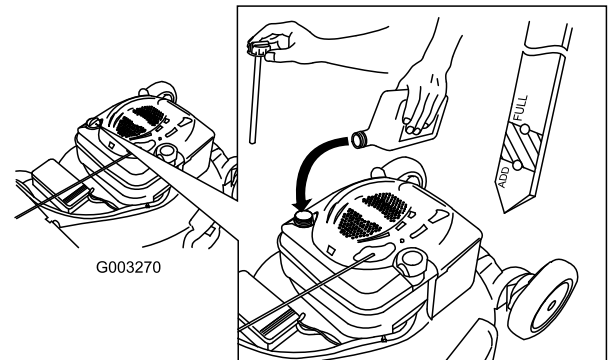

Figure 38
- Sortez de nouveau la jauge et contrôlez le niveau d'huile ; voir Figure 38.